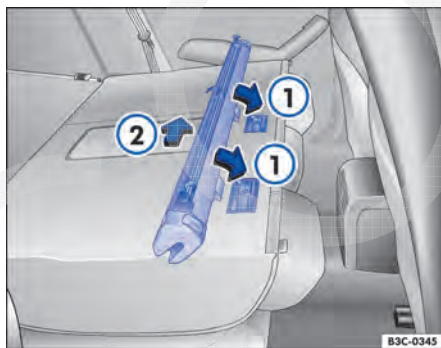

Fig. 124 Instalar a rede divisória nos encostos do banco traseiro.
- Colocar a carcaça da rede divisória nos entalhes dos trilhos de suporte ⇒ Fig. 124 ①.
- Empurrar a caixa da rede divisória para o lado esquerdo do veículo até o encosto ②.
- Puxar a rede divisória contra a direção da seta ⇒ Fig. 124 ② aproximadamente 5 cm.
- Retirar a carcaça da rede divisória dos trilhos de suporte ①.